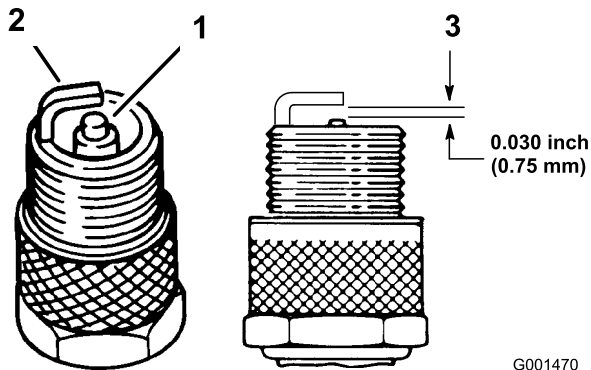

Bild 26
- Sehen Sie sich die Mitte der Zündkerzen an (Bild 26).
- Prüfen Sie den Abstand zwischen den mittleren und seitlichen Elektroden (Bild 26).
- Verbiegen Sie die seitliche Elektrode (Bild 26), wenn der Abstand nicht stimmt.
Hinweis: Achten Sie darauf, dass der Abstand richtig eingestellt ist (Bild 26).
- Schließen Sie die Zündkerzenstecker an die Zündkerzen (Bild 26).